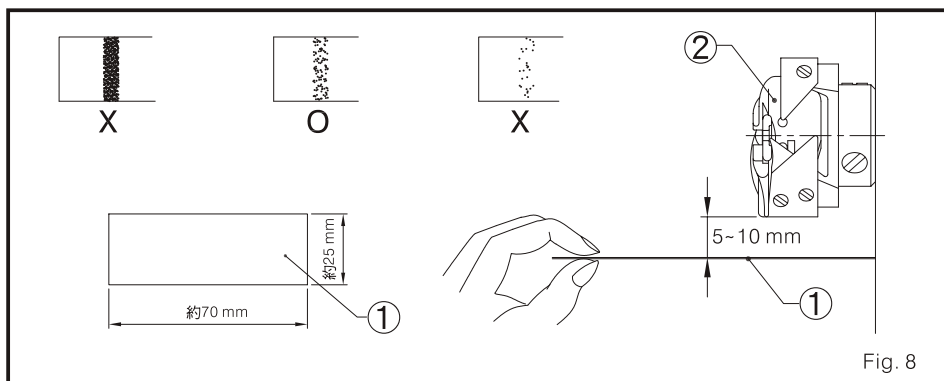

Fig. 8
1. revisa a quantidade de lubrificação (Fig. 8)